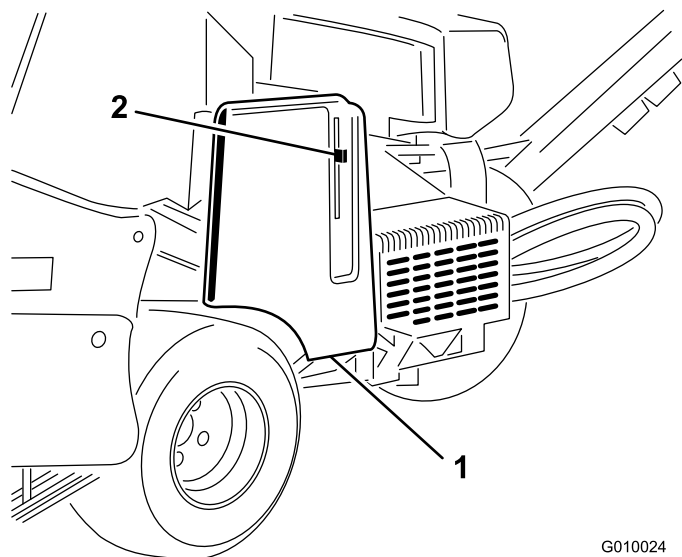
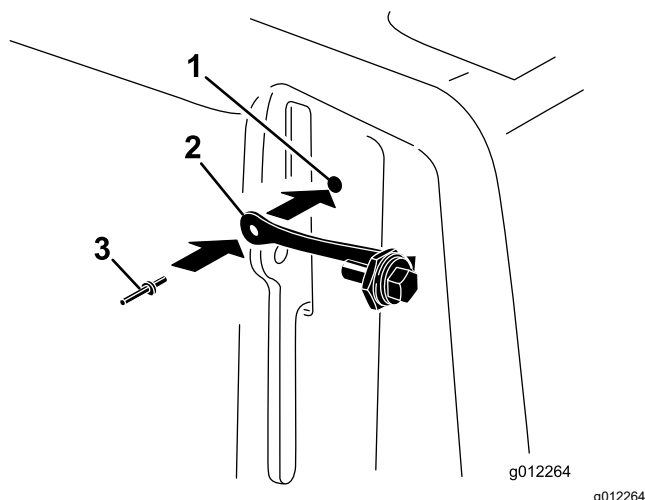

Figura 16
Figura 17
1. Individuate il foro sul copricinghia, vicino alla fessura della leva del dispositivo di fermo (Figura 16 e Figura 17).
2. Fissate il gruppo cordino al foro del copricinghia con un ribattino con spina (Figura 17).